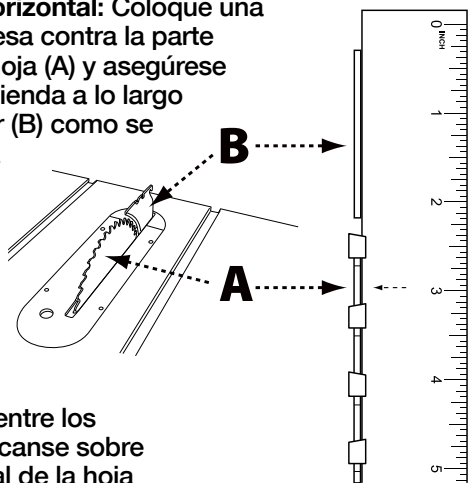

FIGURA 20a
1. **Alineación horizontal:** Coloque una regla en la mesa contra la parte frontal de la hoja (A) y asegúrese de que se extienda a lo largo del separador (B) como se muestra en la Figura 20a. El separador debe tocar ligeramente la regla. Asegúrese de que la regla se acomode entre los dientes y descansen sobre la parte frontal de la hoja y el separador para una alineación correcta.